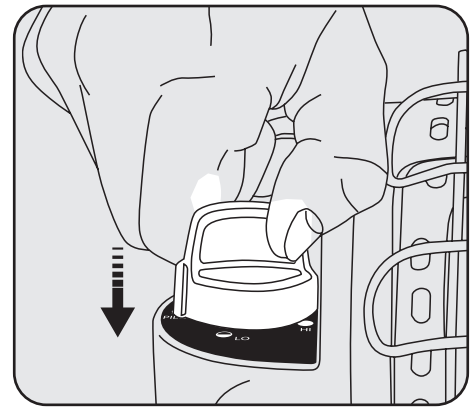

Figure 3
6. Tournez le bouton de commande dans le sens antihoraire sur «PILOT» et appuyez sur pour allumer. Voir la figure 3. La purge de l'air du tuyau d'alimentation peut prendre plus de temps en fonction de la longueur du tuyau utilisé.